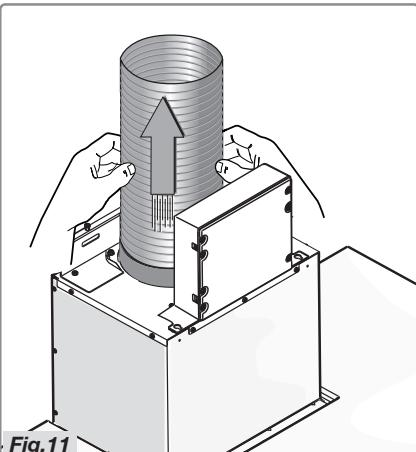

Fig. 11
- Sluit de flens aan op de luchtafvoer met behulp van een buis (Fig.11).